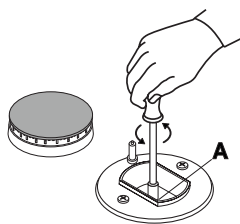

fig.9
- draai de inspuisers "A" (fig.9) met een pijpsleutel van 7 mm los en vervang de inspuisers door de inspuisers die geschikt zijn met het oog op de nieuwe gassoort en houd daarbij onderstaande tabel aan.